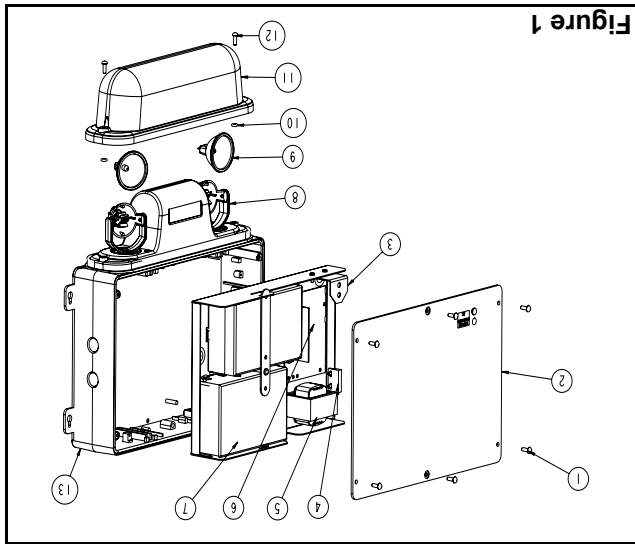

Figure 1
- b. Choisir quels trous du cadre serviront au montage (voir les figures 1, 2 et 5). Soutenir le cadre à l'aide de deux blocs de bois espacés à un pouce maximum. Enlever les trous défonçables en frappant d'un coup sec à l'aide d'un marteau et d'un tournevis. Débarasser les trous de toute bavure, afin de faciliter l'installation des raccords filetés. Installer des raccords qui sont certifiés pour les endroits dangereux (Class 1, Div 2). Pour l'option Nexus, installer le conduit fourni avec l'unité afin de passer les fils de données.